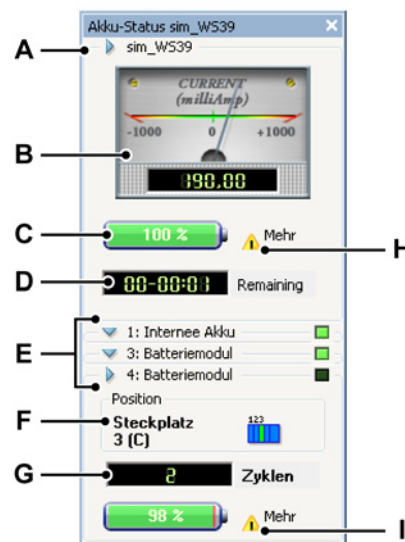
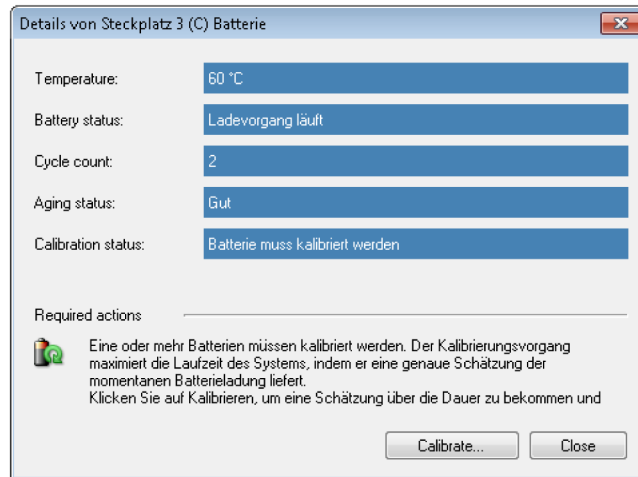

Abbildung 5.13: Batteriestatus-Palette
Abbildung 5.18: Details zur Steckplatzbatterie
- H Details zum Batteriestatus** Klicken Sie auf das Warnsymbol  (siehe Abbildung 5.13 "Batteriestatus-Palette" Seite 124). Das Dialogfeld **Übersicht über den Batteriestatus** wird angezeigt. Wie in Abbildung 5.15 dargestellt.
- I **Details zum Steckplatz** Klicken Sie auf das Warnsymbol  (siehe Abbildung 5.13 "Batteriestatus-Palette" Seite 124). Das Dialogfeld **Details zur Steckplatzbatterie** wird wie in Abbildung 5.18 angezeigt: